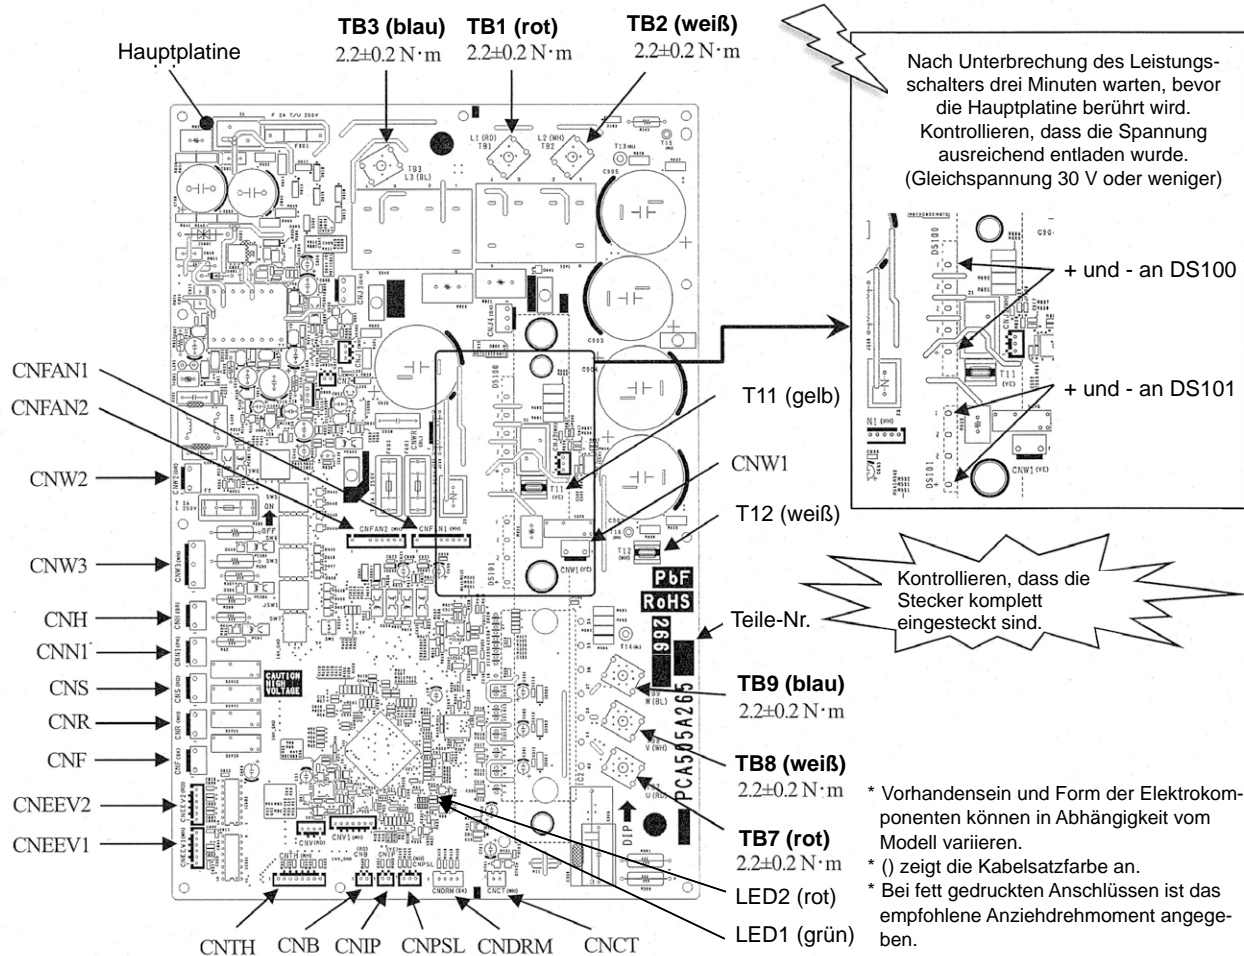

Abb. 2 Anordnung der Teile auf der Hauptplatine sowie der Spannungsmesspunkte
Wenn der Kabelsatz mit der Hauptplatine verbunden ist, **unbedingt die Spannung (DC) auf der Hauptplatine messen und kontrollieren, dass die Spannung ausreichend entladen wurde (Gleichspannung 30 V oder weniger)**. (Siehe Abb. 2.)
- c) Die Anschlüsse, Flachsteckverbinder und Rundsteckverbinder von der Hauptplatine trennen, wie in Abb. 2 dargestellt.
- b) Nach Installation der neuen Hauptplatine an der Steuerung die Anschlüsse, Flachsteckverbinder und Rundsteckverbinder wie zuvor an der Hauptplatine anschließen. (Siehe Abb. 2.)